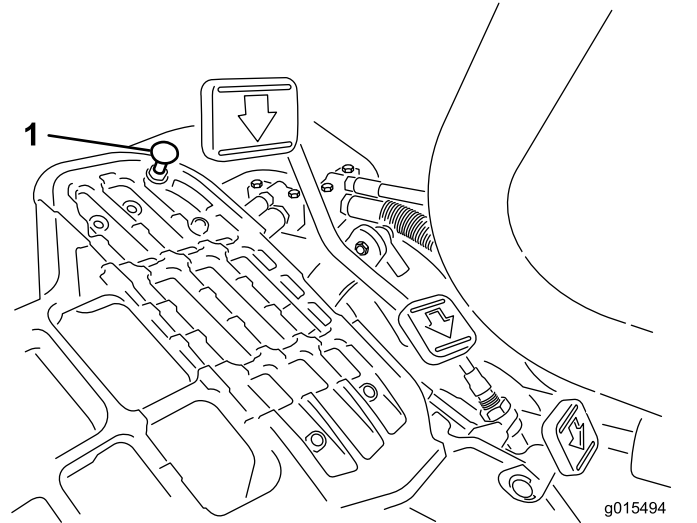

Bild 34
Stellen Sie den Funktionsschalthebel in die TRANSPORT-Stellung und treten Sie auf das Fahrpedal, um die maximale Transportgeschwindigkeit zu erreichen. Wenn das Pedal den Anschlag erreicht (Bild 34), bevor das Kabel gespannt ist, führen Sie folgende Einstellungsschritte aus:
1. Stellen Sie den Funktionsschalthebel in die TRANSPORT-Stellung lösen Sie die Sicherungsmutter, mit der der Pedalanschlag an der Bodenplatte befestigt ist (Bild 34).